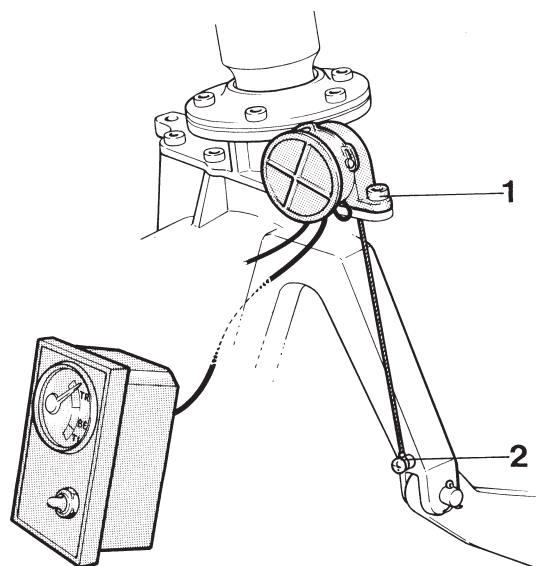
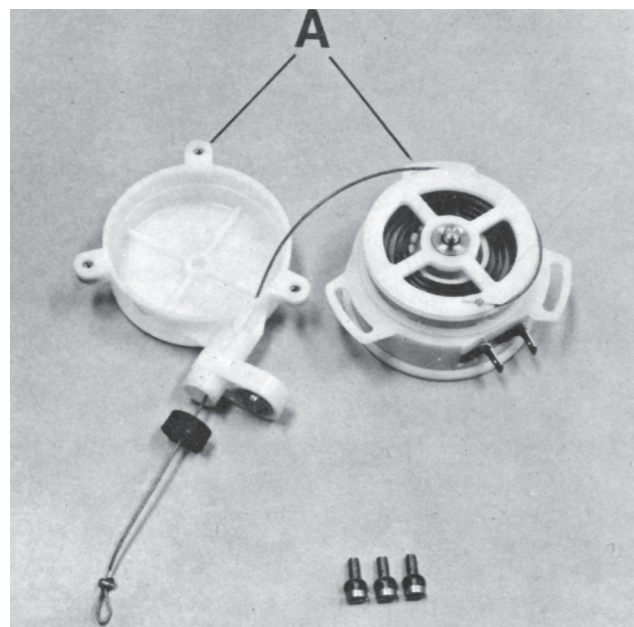

Fig. 51. Trimindikatorns givare och vajer
Fig. 52. Givaren demonterad
Vid fel på givaren skall denna bytas komplett. Byte kan ske med utombordsdrevet på plats enligt punkterna 2, 3, 4 och 6, nedan. Kontrollera innan givaren monteras på mellanstycket att vajern löper lätt (höj och sänk givaren med sträckt vajer). Justera vid behov. Montera därefter givaren på plats och drag fast insexskruven (1) fig. 51.
**OBS!** hylsan (2) fig. 51 på skruven.
6. Lossa elkablarna från givaren och märk desamma. Skruva loss insexskruven (1) som håller givaren vid mellanstycket samt lyft upp densamma. Peta upp tätningen ur genomföringen i mellanstycket samt tag bort givaren. Är tätningen skadad skall den bytas.
7. Lossa givarens lock och lägg isär halvorna som fig. 52 visar samt avlägsna vajern.
8. För in den nya vajern i locket (är hålet för litet, borra upp detsamma) och placera vajern i skåran runt fjädern som fig. 52 visar. Lägg ihop halvorna och skruva fast locket (refflorna A skall passa mot varandra).
11. Montera givaren på plats och skruva fast insexskruven (1) fig. 51. Drag ner vajern och känn efter att fjädern drar upp den igen. Sätt fast vajern mellan hylsan och skruvskallen (2) på lyftgaffelns babordsben.